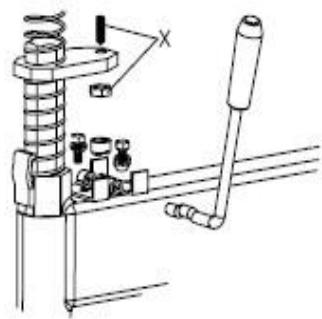

Fig. 12
Si le bras hexagonal vertical n'est pas bloqué ou s'il n'y a pas une distance de 2-3 mm entre la tête de montage/démontage et la jante, ajustez la plaque de blocage hexagonale en vous reportant à la figure 12 et ajustez (X).